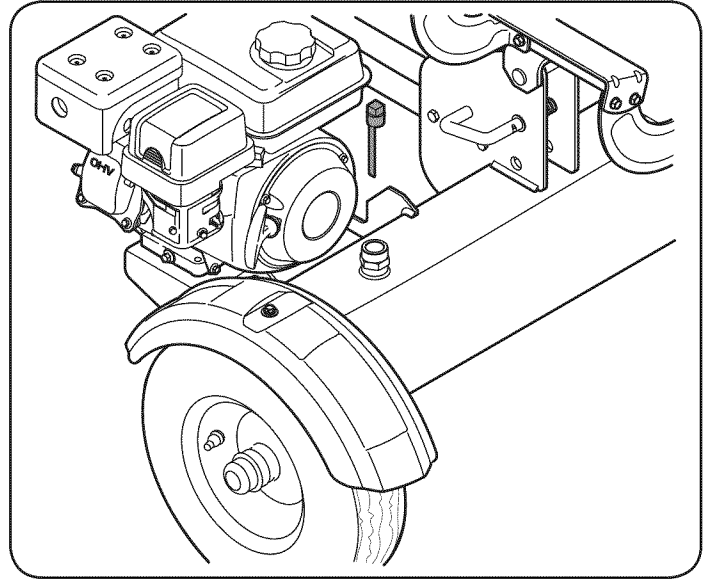

Figura 10
2. Retire la varilla del depósito venteadada que se encuentra delante del motor, sobre el tanque de depósito. Vea la Figura 10.